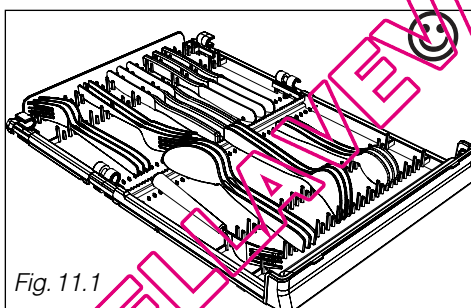
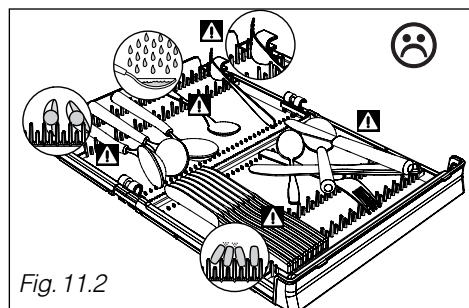

Fig. 11.1
Fig. 11.2
*Pour un lavage et un séchage optimum, privilégiez une orientation des couverts telle que représentée fig.11.1. Prenez garde à éviter des positionnements tels que représentés fig. 11.2 (couverts trop rapprochés, manches ronds non tenus, couverts débordants du tiroir.....*